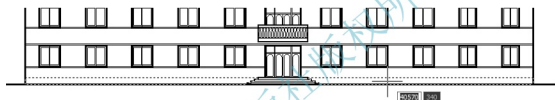

图 4.75 选择被填充的区域
⑥ 单击【拾取点】按钮, 以指定被填充区域的内部点, 这时对话框消失。
⑦ 在拾取内部点或【选择对象(S)/ 删除边界(B)】: 提示下, 分别在台阶两侧要填充的区域内部单击。此时检测到包含这一点的封闭区域的边界并呈虚线显示, 如图 4.75 所示。
⑧ 按 Enter 键返回【图案填充和渐变色】对话框。单击【预览】按钮, 观察填充效果, 按 Esc 键再次返回【图案填充和渐变色】对话框。单击【确定】按钮关闭对话框, 结